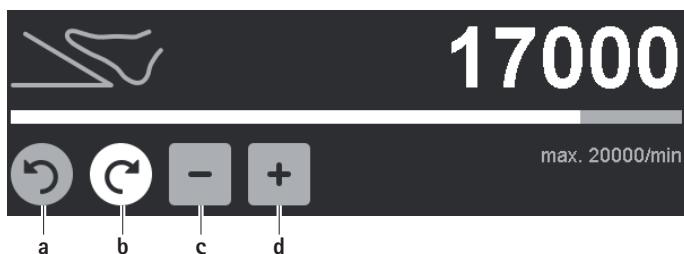

Fig. 6 Modification de la limite supérieure de la plage de vitesse de rotation/du sens de rotation
- ▶ Changer le sens de rotation (sauf pour la perceuse GA844): Actionner la touche du sens de rotation grise inactive: rotation à droite/rotation à gauche a/b, voir Fig. 6.